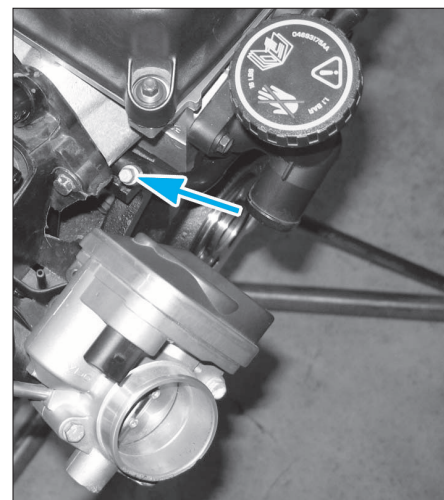
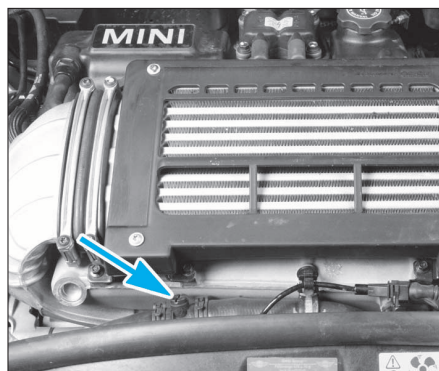

FIG. 26
FIG. 28
- Déposer les vis de purge (Fig.26) et (Fig.27).
• Déposer les 2 vis de purge (Fig.26) et (Fig.28).